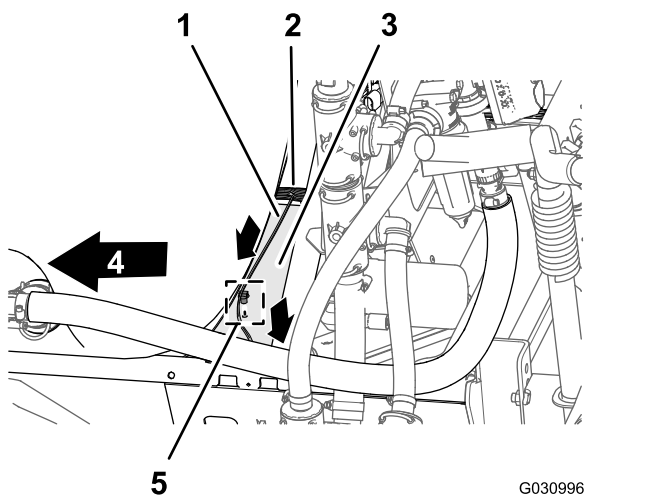

Bild 94
1. Verlegen Sie den 86,6-cm-Kabelbaumzweig für die Stromspule der Sprühpumpe über die Oberseite des Sprühfahrzeug-Rahmenkanals und nach unten zur Stromspule der Sprühpumpe (Bild 94).
2. Stecken Sie die Eindrückbefestigung des 86,6-cm-Kabelbaumzweigs in das Loch im Sprühfahrzeug-Kanalrahmen (Bild 94).